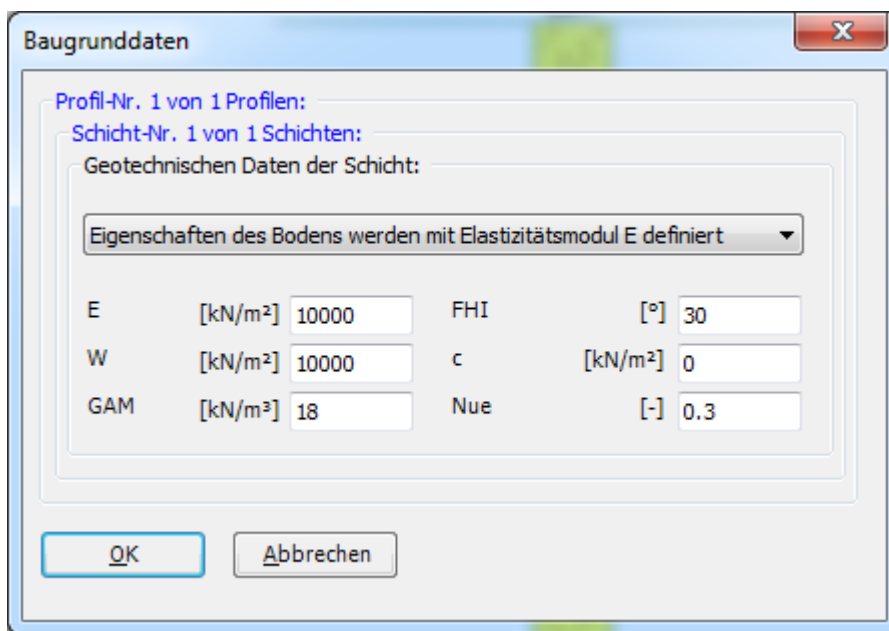

Bild 11.22 Dialoggruppenfeld "Geotechnische Daten der Schicht"
- Doppelklicken Sie auf geotechnische Daten der Schicht. Das Dialogfeld (Bild 11.22) erscheint, um die geotechnischen Daten der Schicht zu modifizieren
- Im Dialoggruppenfeld "Geotechnische Daten der Schicht" im Bild 11.22 definieren Sie die geotechnischen Daten der Bodenschicht wie folgt: